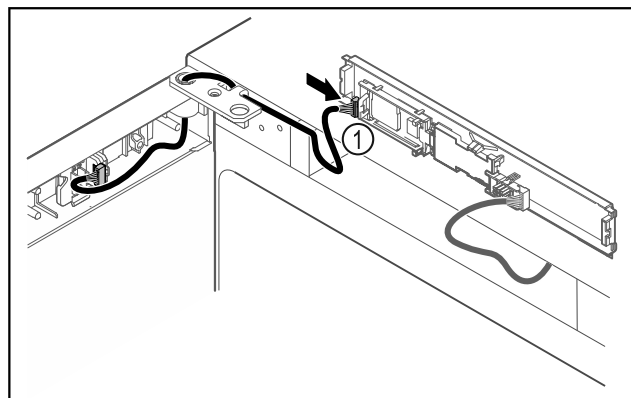

Fig. 45
- Natakните utikač Fig. 45 (1) na tiskanu pločicu.